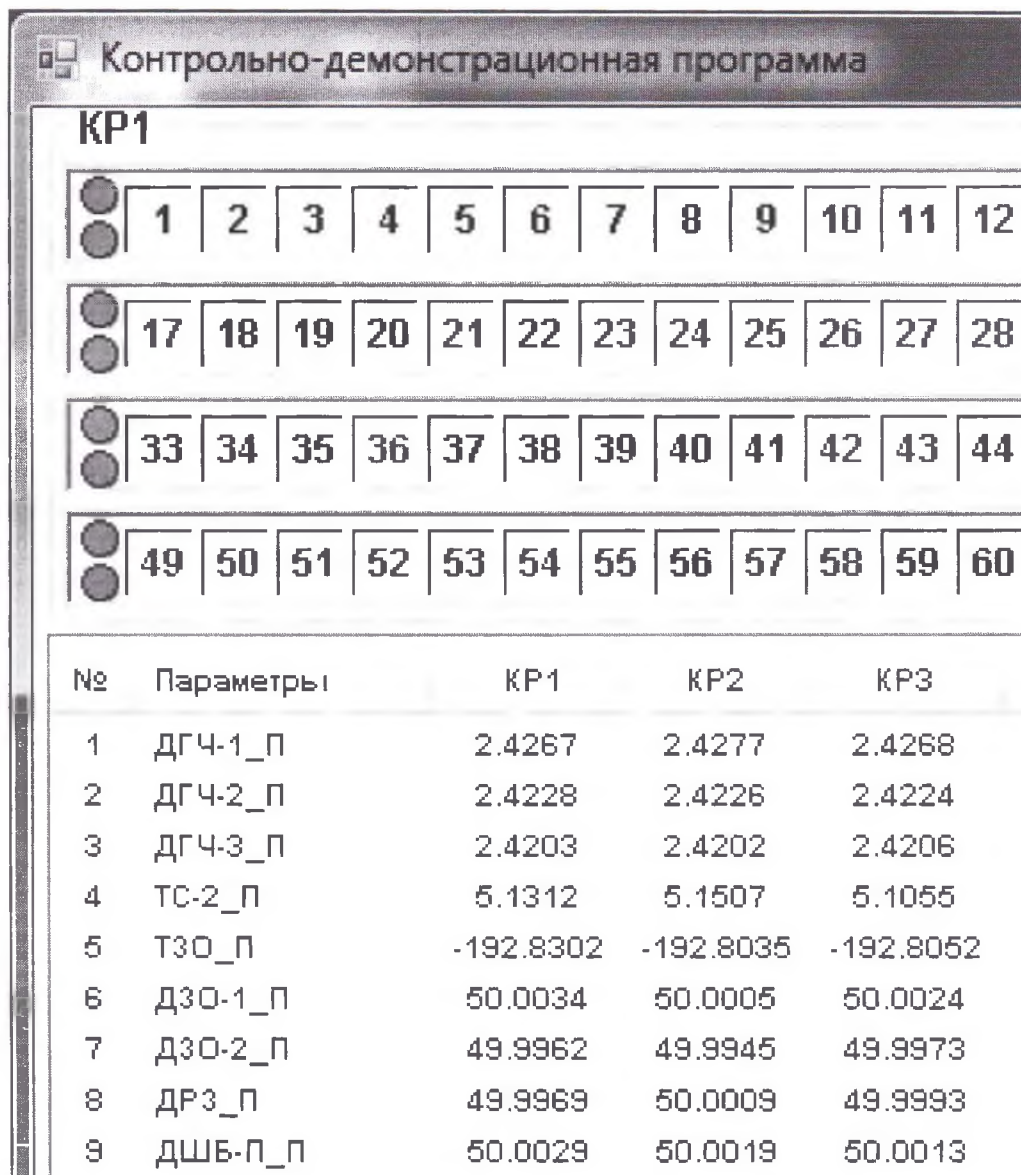

Рисунок 1 - Пример фрагмента отображения результатов опробования на экране технологического компьютера
7.3.4 Контролируя на мониторе АСУ (технологического компьютера) результаты измерений штатных ИК системы (см. рисунок 1), убедиться, что они находятся в пределах: